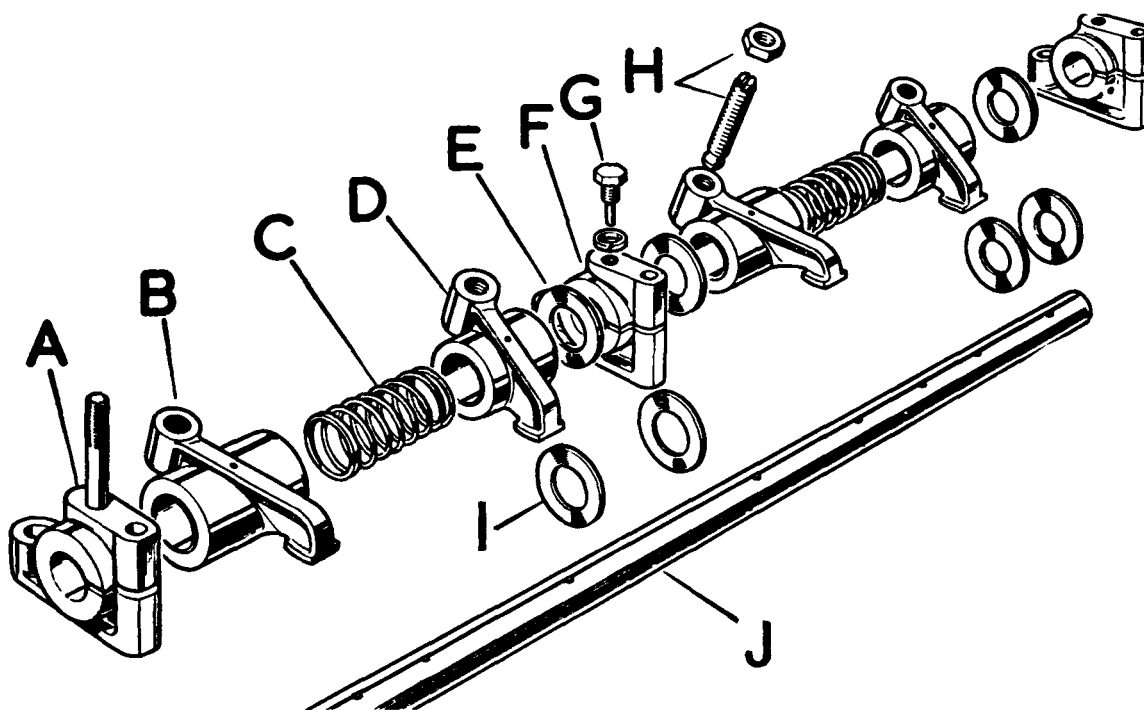
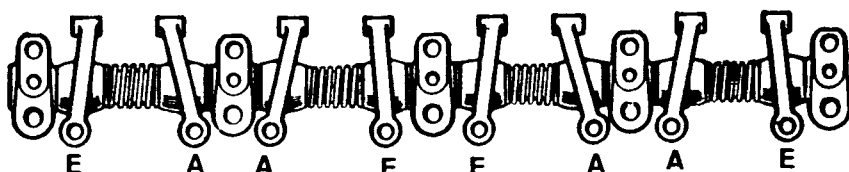

Fig. A1-60 Desarmado del eje de balancines
Fig. A1-62 Colocación de los balancines, según la inclinación de éstos
- 1.1. Extraer los tornillos de ajuste, H (Fig. A1-60).
- 1.2. Desmontar los tornillos guías, G (Fig. A1-60) que posicionan el eje, J, con respecto a los soportes, F, y balancines, D.
- 1.3. Separar todas las piezas que componen el conjunto árbol de balancines (Fig. A1-60).
- 3.1. Fijar uno de los soportes con espárrago, A (Fig. A1-60) al centro del eje, J, teniendo en cuenta que los orificios para los tornillos prisioneros, G, deberán quedar orientados hacia arriba.
- 3.2. Realizar el montaje de las demás piezas, teniendo en cuenta la posición de las arandelas distanciadoras y separadoras para centrar los balancines con respecto a las válvulas, así como distinguir los balancines de escape y los de admisión, ya que los de admisión, D (Fig. A1-60) tienen el cuerpo más corto que los de escape, B. La posición que deberán llevar los balancines con respecto a la inclinación hacia la izquierda o derecha que éstos disponen, puede observarse en la Fig. A1-62.
- 3.3. Montar los tornillos de ajuste y sus contratuercas, H (Fig. A1-60).